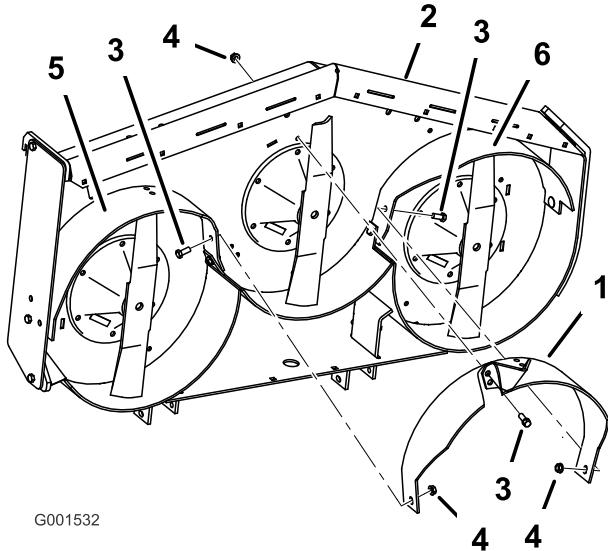

Figura 7
8. Montate, senza serrarlo, il deflettore centrale sul deflettore sinistro con un bullone (3/8 x 7/8 poll.) e un dado flangiato (3/8 poll.) (Figura 7).
9. Montate, senza serrarlo, il deflettore centrale sul deflettore destro con un bullone (3/8 x 7/8 poll.) e un dado flangiato (3/8 poll.) (Figura 7).
10. Montate, senza serrarlo, il deflettore centrale sulla sommità del piatto di taglio con un bullone (3/8 x 7/8 poll.) e un dado flangiato (3/8 poll.) (Figura 7).